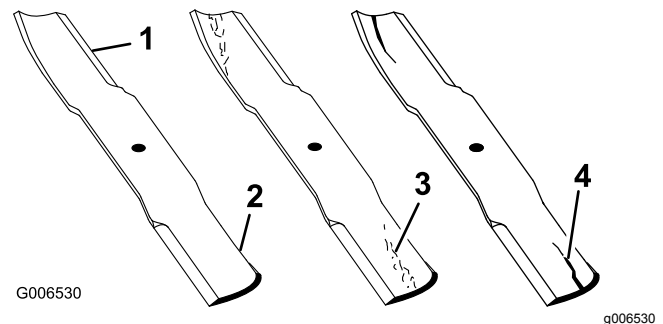

Figura 142
2. Examine cuidadosamente as extremidades da lâmina, prestando especial atenção à zona onde se encontram as partes curvas e planas da lâmina, conforme se mostra na Figura 142.
Nota: Deverá verificar o estado da lâmina antes da operação de corte, já que a areia e outro material abrasivo poderá desgastar o metal que liga a parte curva e plana da lâmina. Se der conta de desgaste, substitua a lâmina (Figura 142).